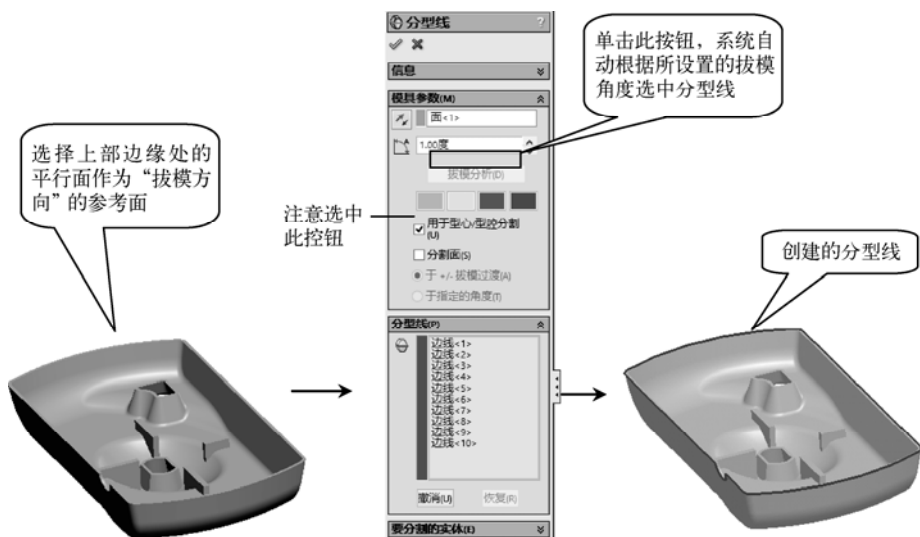

图 5-8 创建分型线操作
STEP 1 打开本文提供的素材文件“相机盖分模（素材）.SLDPRT”，单击“模具工具”工具条的“分型线”按钮，打开“分型线”属性管理器，选择零件上部面，单击“拔模分析”按钮，再单击“确定”按钮创建分型线，如图 5-8 右图所示。